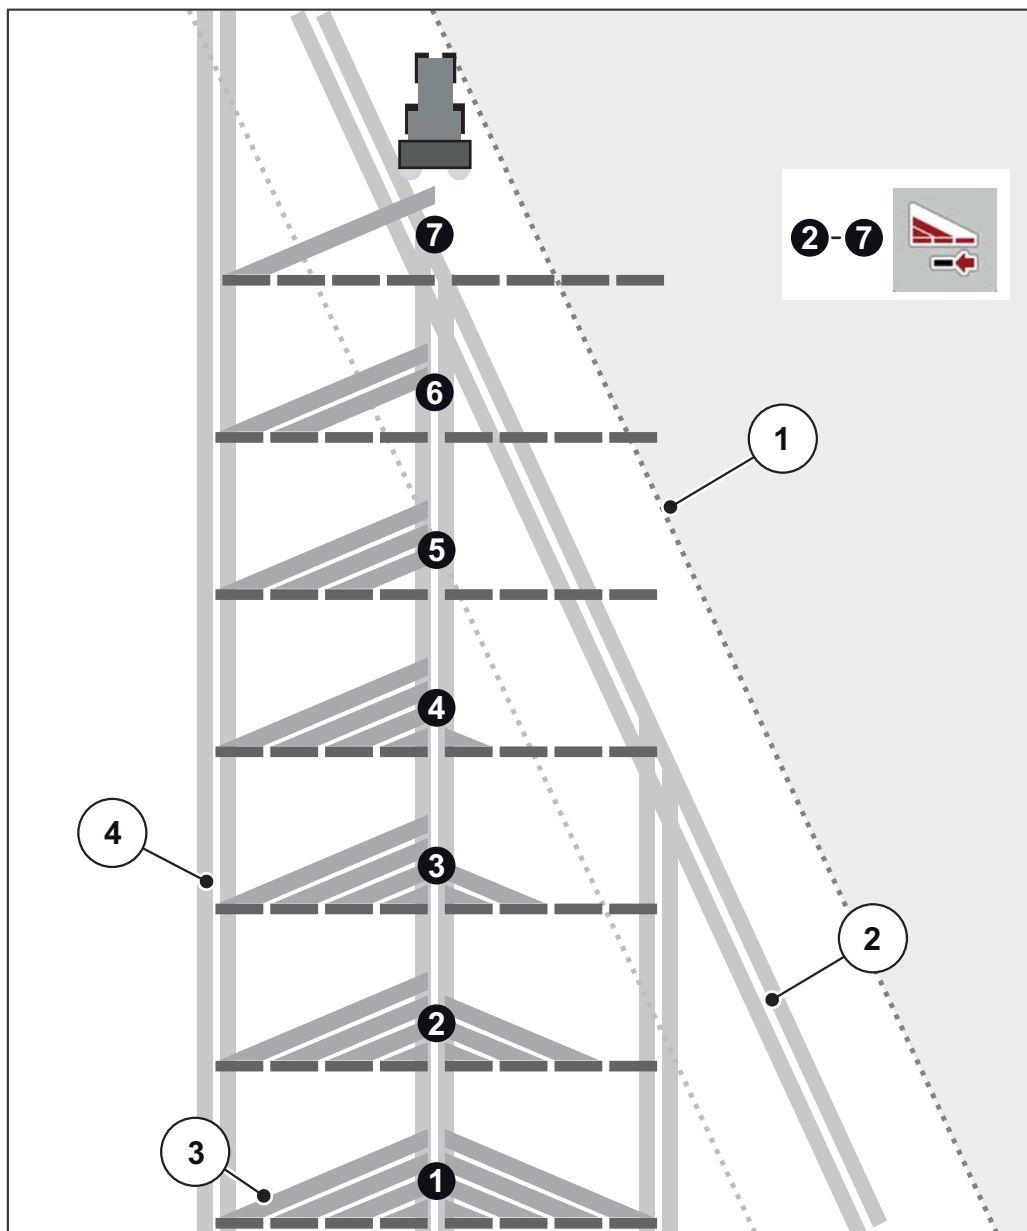

Bild 5.4: Automatisk delbreddsomkoppling
- **Endast AXIS.2:** Delbreddsomkopplingen är möjlig utifrån och inåt eller inifrån och utåt. Man kan reducera upp till 8 delbredder. Se Bild 5.4.